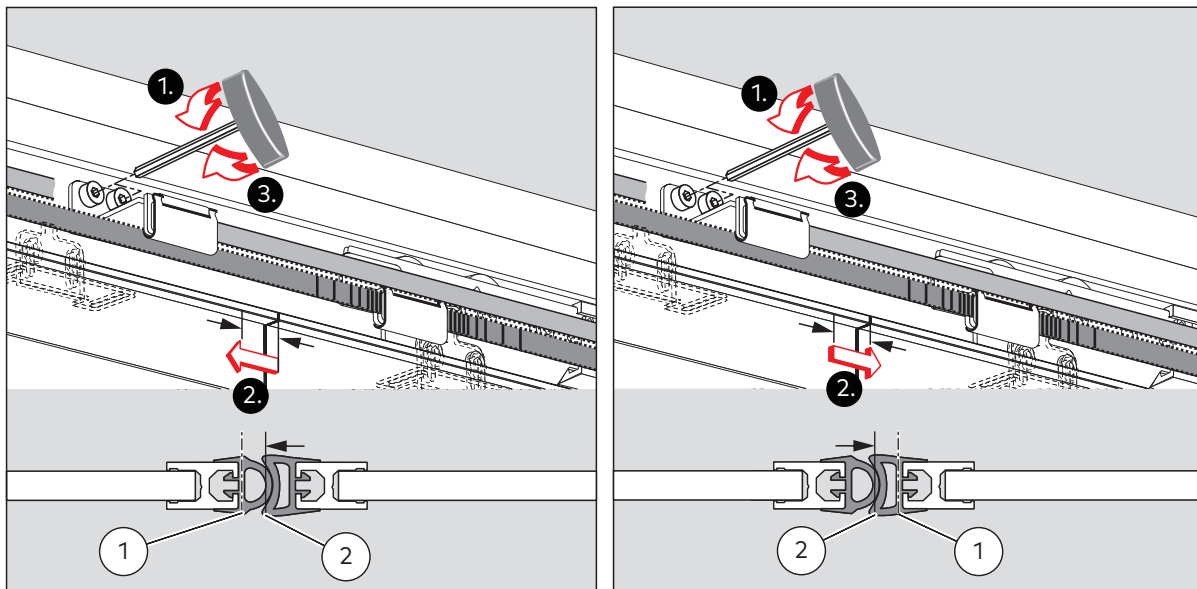

Abb. 90 Anpassung der Hauptschließkante
2. Beide Türflügel manuell verschieben, bis die Hauptschließkante (Abb. 90/1) mit dem Mittelpunkt der Tür (Abb. 90/2) übereinstimmt.